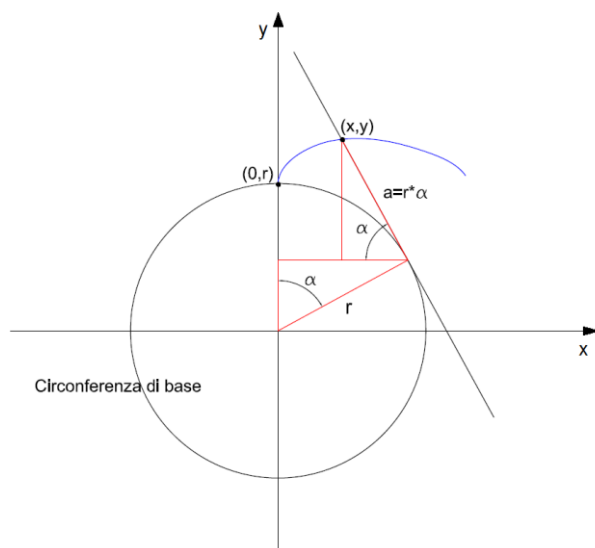

Figura 3 - Insieme dei riferimenti per l'evolvente di cerchio
Per parametrizzare il profilo ad evolvente, con riferimento alla Figura 3, è possibile utilizzare il sistema di equazioni (2):